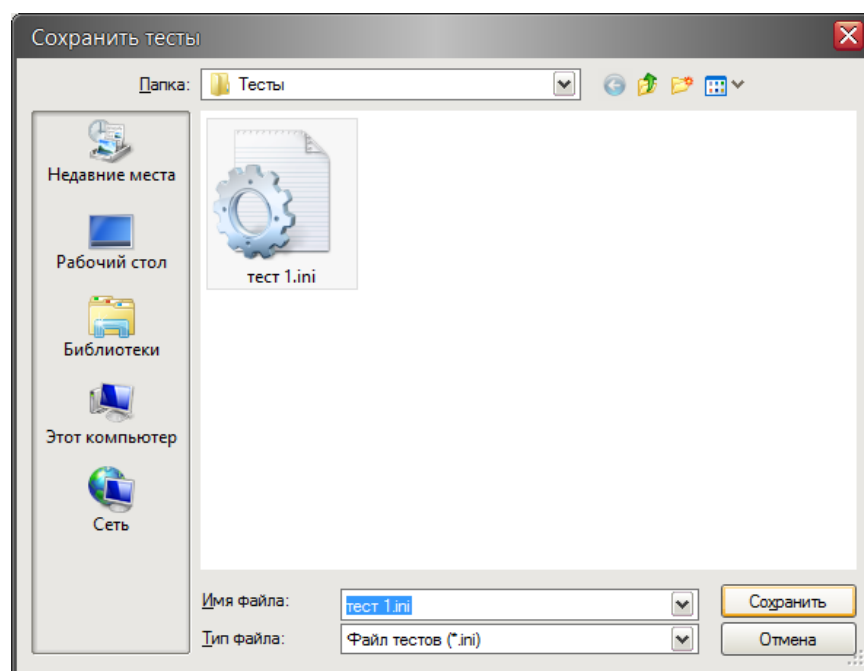

Рисунок 17 – Сохранение теста в файл на компьютере
22. Сохранить тесты в виде файла на диске компьютера. Для этого в меню «Файл/Сохранить тесты» задать имя файла теста (рисунок 17).